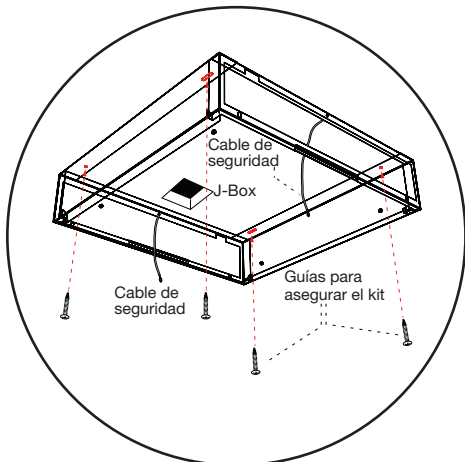

FIG. 1
1. Usando las dimensiones y los sujetadores apropiados como se muestra en la Fig. 1, la caja de conexiones áspera y asegure flojamente el marco de montaje de la superficie al techo. Asegúrese de que el marco esté cuadrado antes de asegurar completamente el marco al techo. Las ranuras permitirán el ajuste una vez que el marco esté conectado.